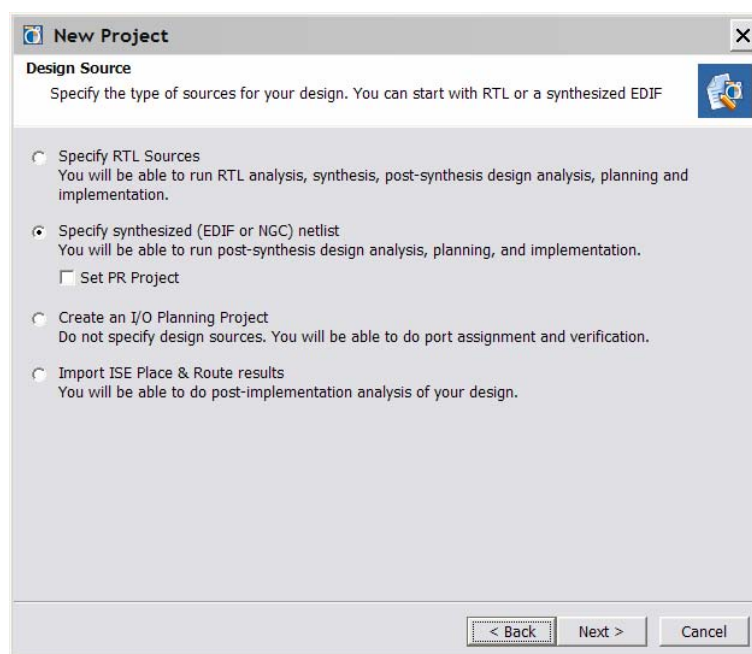

図 3 : [Design Source] ページ
- 1-1-5. [Design Source] ページで **[Specify synthesized (EDIF or NGC) netlist]** をオンにし、[Next] をクリックします (図 3)。